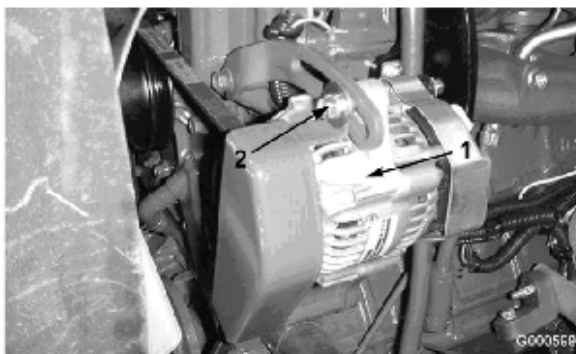

図 52
オアウタネータのベルト（図 52）は100運転時間ごとに点検します。
2. たわみが 10 mm 程度でない場合には、オルタネータ取り付けボルト（図 52）をゆるめる。適当な張りに調整してボルトを締める。ベルトのたわみが適切に調整されたことを確認する。